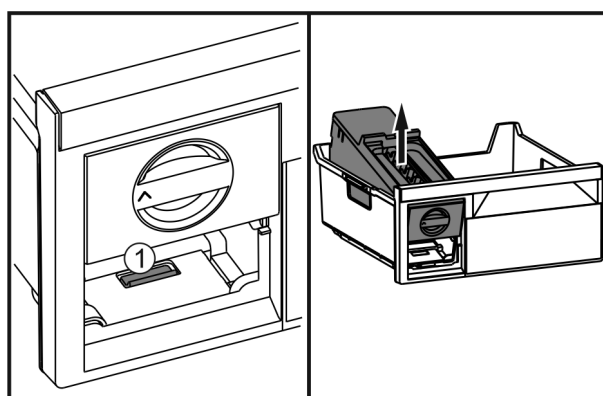

Fig. 63
- ▶ Lasche Fig. 63 (1) drücken, EasyTwist-Ice von hinten anheben und aus dem Gefrierschubfach herausnehmen.